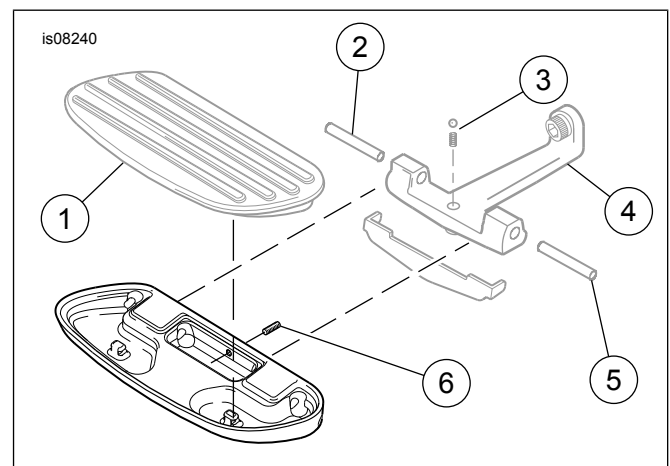

Figura 1. Piezas de servicio
Vea Figura 1 y Tabla 1.
4. Vea Figura 1. Coloque el resorte de retén dentro del agujero en la pieza de soporte del soporte y coloque la bola de acero en la parte superior del resorte, si aún no está colocada allí.